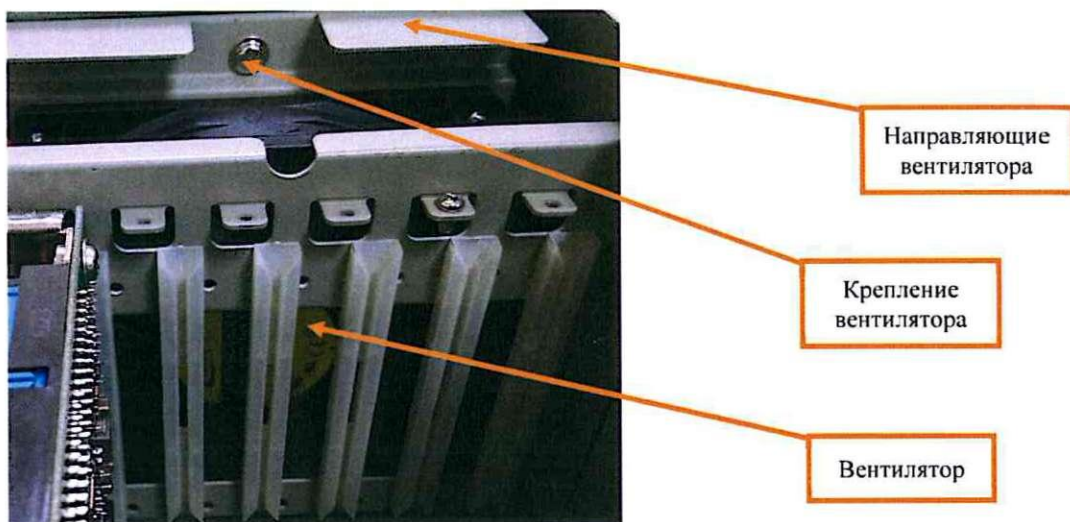

Рисунок 21. Очистка вентилятора.
7.3.12 Произвести очистку вентилятора, установленного с обратной стороны фильтра, расположенного на лицевой панели системного блока с помощью воздуходувки. Для этого необходимо отвернуть один или два болта крепления, отсоединить разъем питания, вынуть, потянув вверх за направляющие (Рисунок 21).